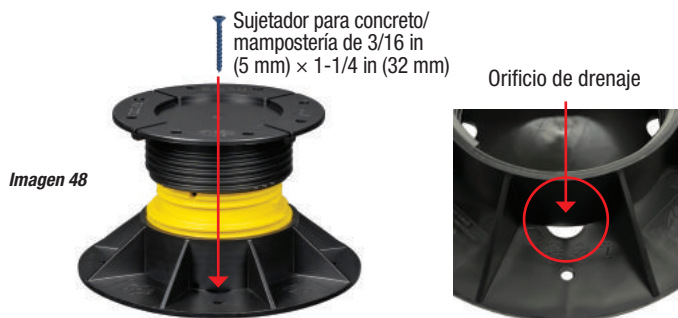

Imagen 48
1. El pedestal ajustable para plataformas (LU) tiene orificios de drenaje en la parte inferior de la base; consulte la imagen 48.
2. Usando un mínimo de dos (2) tornillos para concreto/mampostería de 3/16 in (5 mm) por 1-1/4 in (32 mm) por cada pedestal, fije el pedestal para plataformas (LU) al concreto siguiendo las instrucciones del fabricante para lograr una sujeción mecánica adecuada.